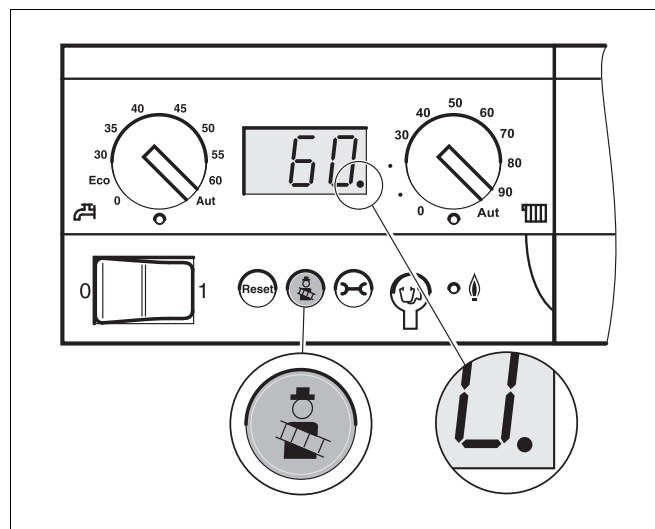

Fig. 11 Attivazione dell'esercizio manuale
- Premere il tasto "Prova di Combustione" (fig. 11) per più di 5 secondi, fino a far lampeggiare il punto decimale sul display.